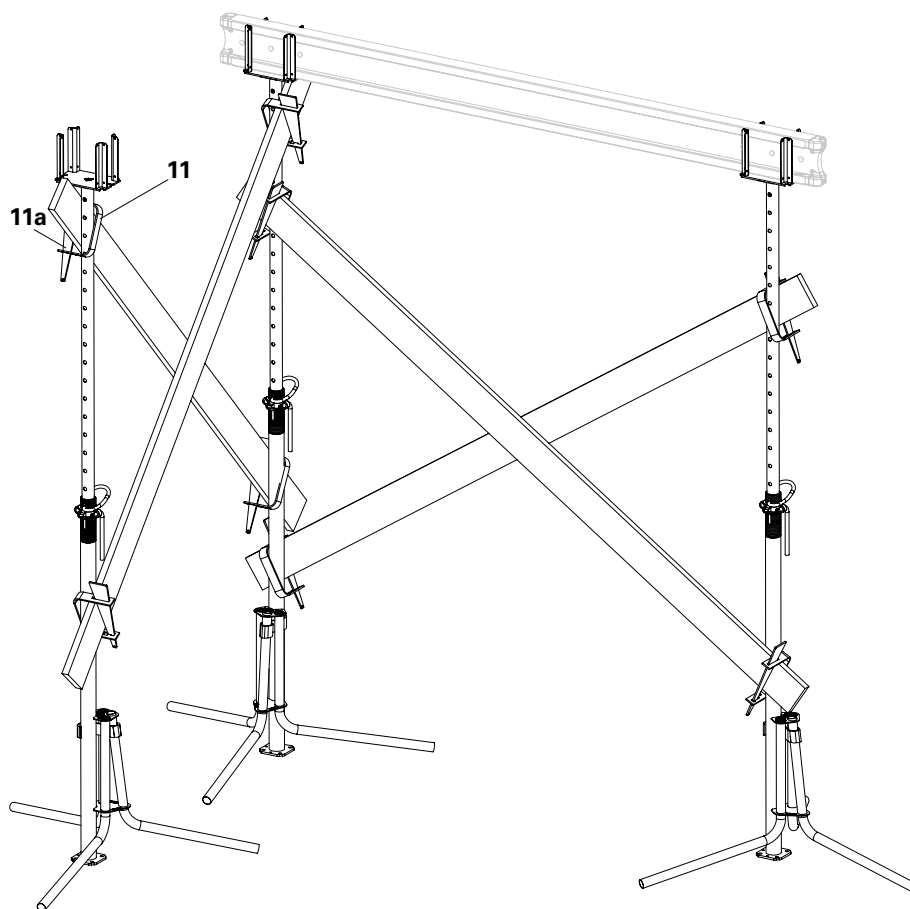

Fig. A3.01
5. Montare le restanti tavole di controventatura con altre morse con cuneo. (Fig. A3.01)